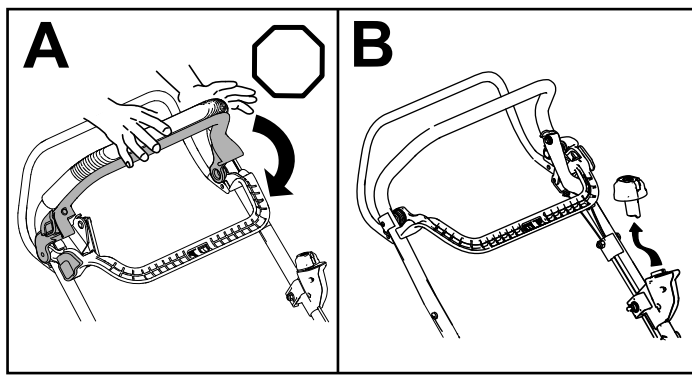

Figura 18
1. Eliberai bara de comandă pentru lamă (A din Figura 18).
2. Îndepărtați butonul de pornire electrică de la comutatorul demarorului (B din Figura 18).